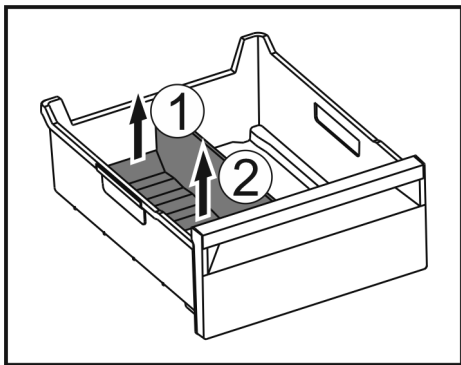

Fig. 173
- Podignite stražnji dio pregrade ladice za led. Fig. 173 (1)
- Izvadite pregradu ladice za led prema gore. Fig. 173 (2)